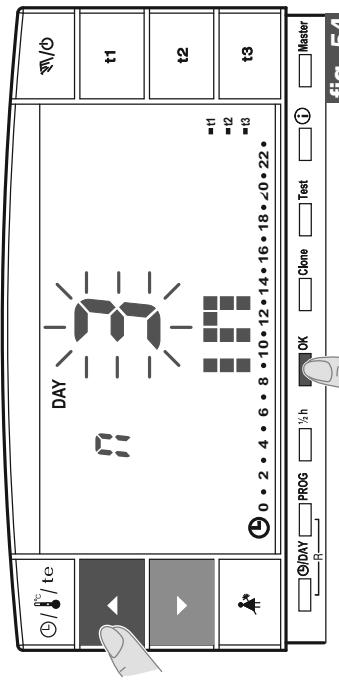

fig. 54
- En pantalla aparece (parpadeando) el mes anteriormente configurado en la función **OUT**, con las teclas **▲▼** configurar el mes en el que se pretende finalizar el recuento (regresar a la vivienda); confirmar pulsando la tecla **OK** (fig. 54).